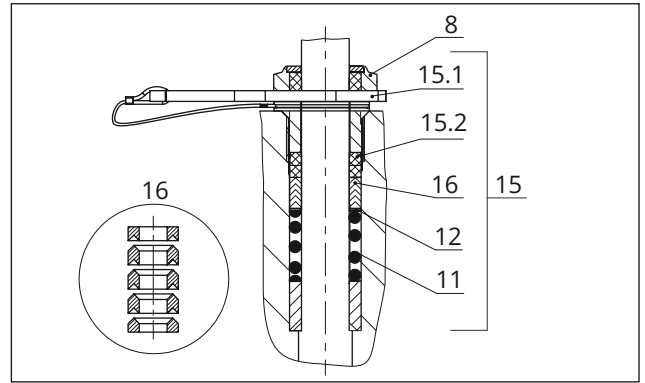

Fig. 31: Guarnizione ADSEAL
4. Inserire l'anello di spallamento rosso (15.1) tra la boccola filettata (8) e l'anello di ritegno, vedere Fig. 31.
13. Riporre la flangia (2) sull'alloggiamento.
14. Con un attrezzo idoneo infilare con cautela i componenti del premistoppa attraverso l'asta dell'otturatore nell'area del premistoppa. Per il posizionamento corretto, vedere Fig. 30 e Fig. 31.
15. Premere l'otturatore (5) stretto nel seggio (4). Fissare la flangia (2) con i dadi dell'alloggiamento (14). Serrare gradualmente a croce i dadi del corpo. Rispettare le coppie di serraggio.
16. Avvitare e stringere la boccola filettata (8). Rispettare le coppie di serraggio.
17. Avvitare il controdado (10) e il dado del raccordo (9) sull'asta dell'otturatore senza stringerli.